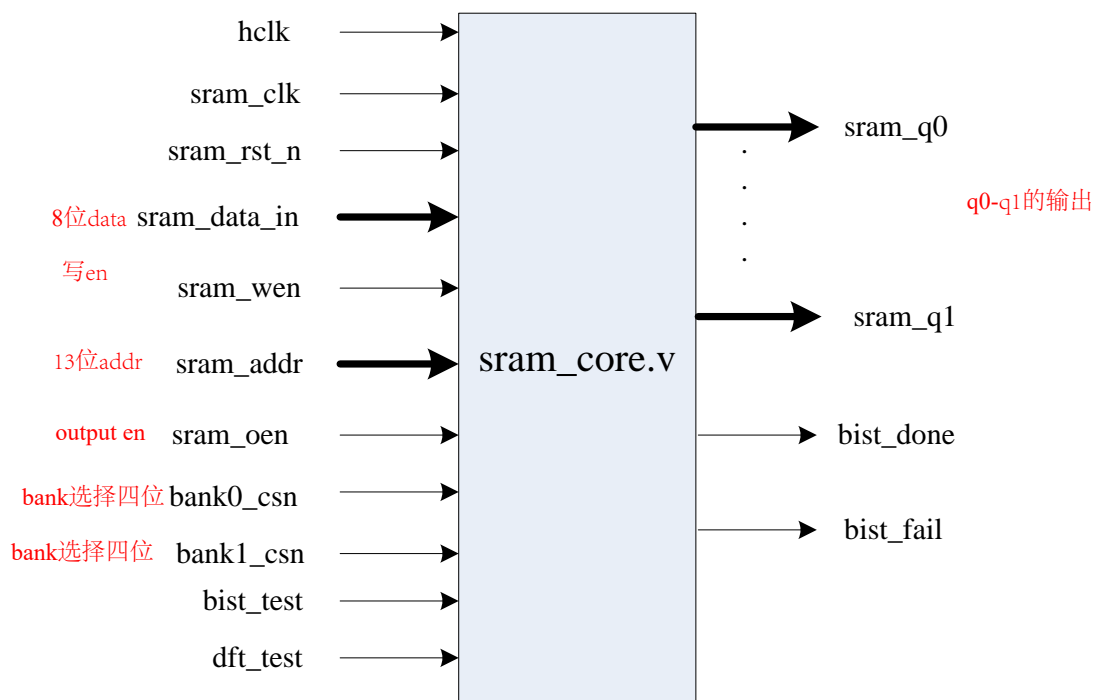

图 4 SRAM Core 框图
- (2) 4 块 SRAM 实例化后的 bank 模块，如图 4 所示：sram\_core.v。该模块受 SRAM 控制器控制，需要重点注意的每块 sram 的片选由图 1 中 sram\_csn[3:0]中的值和 haddr\_reg[15]的值决定的。